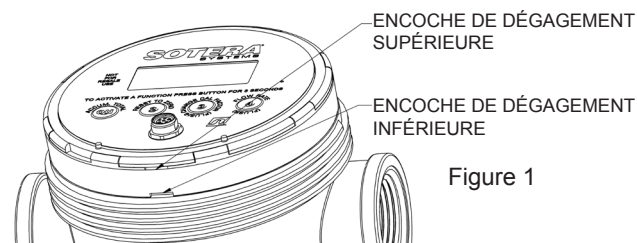

Figure 1
2. Insérer un large tournevis plat dans l'encoche supérieure et dégager avec précaution le module électronique (voir figure 1).